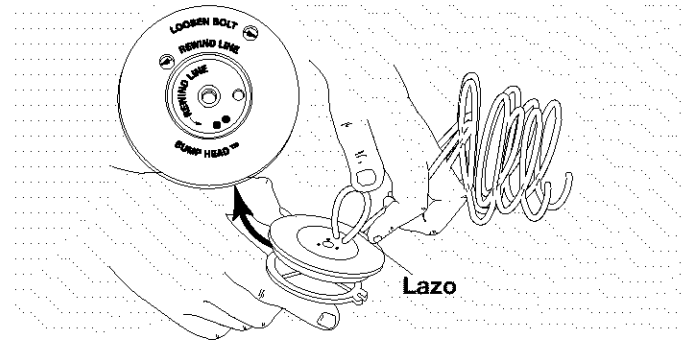

Fig. 23
1. Tome aproximadamente 25 pies (7.6 m) de línea de corte nueva. Enlázela en dos largos iguales. Inserte cada extremo de la línea a través de uno de los dos orificios del carrete. Tire de los extremos en forma equivalente hasta que el lazo es del menor tamaño posible (Fig. 23).